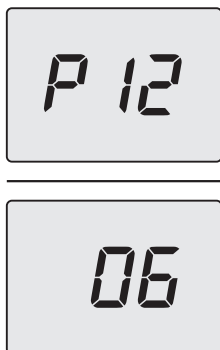

Figura 5.55
- Scorrere i vari parametri utilizzando i tasti 13 (indietro) o 15 (avanti) fino a far apparire sul display LCD le lettere **P12** che si alternano con il valore del parametro (Figura 5.55).